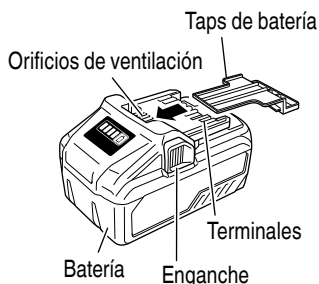

Fig. 3
- **Instale el paquete de baterías en la herramienta eléctrica o almacénelo presionando la tapa de baterías hasta que se oculten los orificios de ventilación para evitar cortocircuitos. (Ver Fig. 3)**